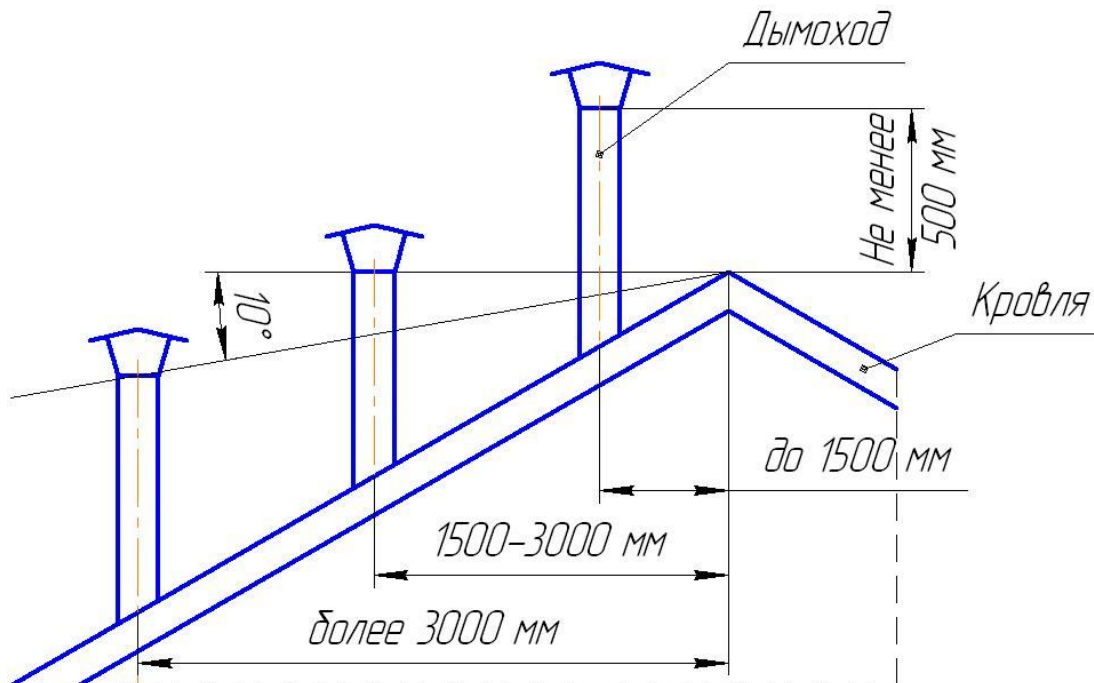

Рис.1 Схема определения высоты трубы над кровлей
3.4. Возвышение дымовой трубы над кровлей следует принимать (рис.1):